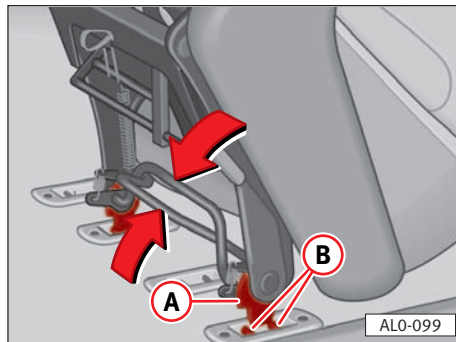

Fig. 100
- Comprimir los dos estribos situados debajo del asiento ⇒ flechas, fig 100 y mantenerlos así.
- Colocar el asiento ⇒ fig 100 (A) entre los pernos de fijación ⇒ fig 100 (B) y los anclajes del piso y soltar los dos estribos.
- **Vehículos de 6 asientos:** el asiento (2) lleva un cinturón abdominal y se puede montar en la posición del asiento (3). Si el vehículo dispone de cinturón* de tres puntos para el asiento (3), el asiento (5) se puede montar en el lugar de este último. Para ello hay que retirar los reposabrazos de los asientos (1), (2) y (4) ⇒ página 108.